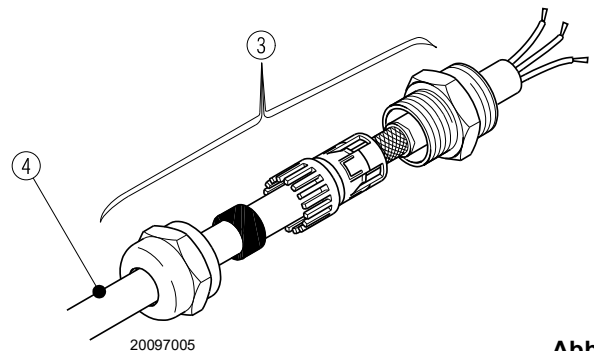

Abb. 31
- Unter Benutzung des Anschlussstücks 3) die Abschirmung des vom VSD (Inverter) kommenden Kabels 4) wie in Abb. 31 dargestellt durchführen